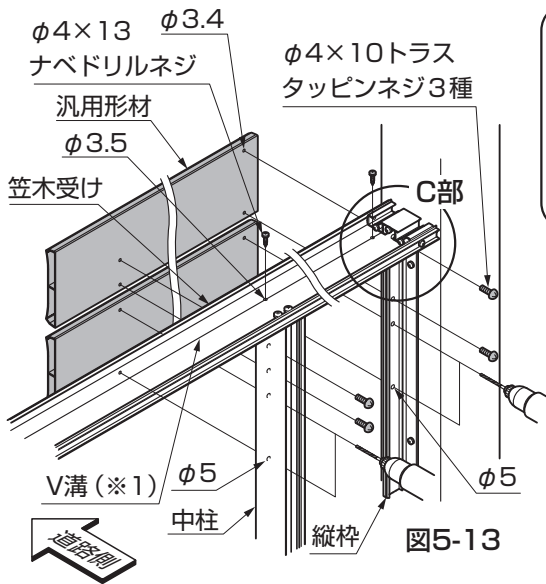
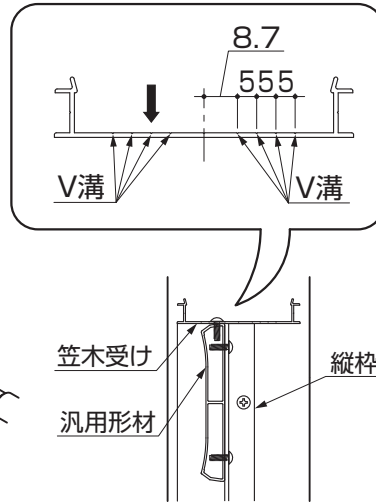
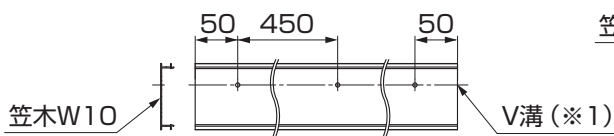
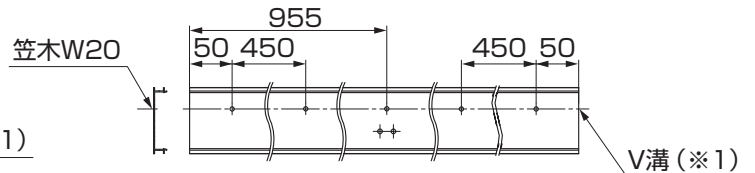

図5-13
図5-14 C部詳細図
図5-15 W10の場合
図5-16 W20の場合
- 汎用形材の最上段は笠木受けに接するように取付けてください。(図5-14参照)
- ① φ5の穴を取付けピッチに合わせて、縦椋、中柱[W10を超える場合]にあけてください。
- ② 笠木受けのV溝(※1)にφ5の穴をあけてください。(図5-13、図5-14、図5-15、図5-16参照)
- ③ 汎用形材を必要寸法に切断し、取付けピッチに下穴φ3.4をあけてください。
- ④ 汎用形材を「φ4×10トラスタッピンネジ3種」で縦椋、中柱[W10を超える場合]に取付けてください。
- ⑤ 笠木受けを「φ4×13ナベドリルネジ」で汎用形材に取付けてください。